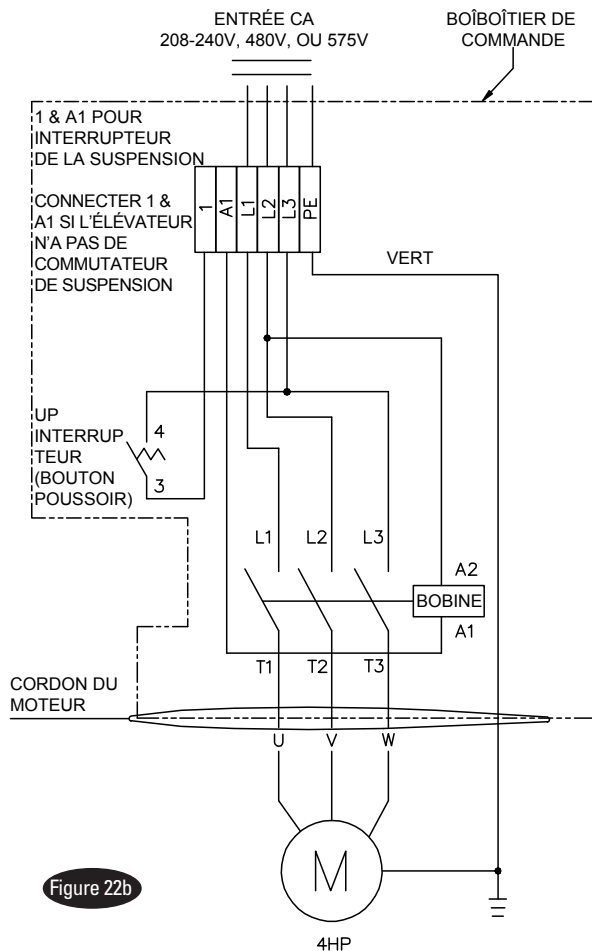

Figure 22b
IMPORTANT : Utilisez un circuit séparé pour chaque module d'alimentation. Protéger chaque circuit à l'aide d'un fusible de temporisation ou d'un disjoncteur. Pour une alimentation monophasée de 208 à 230 V, utiliser un fusible de 20 ampères. Pour une alimentation triphasée de 208 à 240 V, utiliser un fusible de 20 ampères. Pour une alimentation triphasée à 400 V et plus (Modèle *E), utilisez un fusible de 10 ampères. Pour une alimentation triphasée à 380V (Modèle *S), utilisez un fusible de 16 ampères. Pour le câblage, voir la Figure 21, la Figure 22 et la Figure 22b. Tous les circuits doivent être conformes NEC (Code électrique national) et aux codes électriques locaux.
16. Interrupteur de suspension : Vérifiez l'interrupteur de l'assemblage suspendu pour vous assurer que la barre d'interrupteur appuie suffisamment sur le piston de l'interrupteur pour actionner l'interrupteur. L'interrupteur de l'assemblage suspendu est normalement câblé ouvert, voir Figure 21, Figure 22 et Figure 22b. L'élévateur ne fonctionnera pas tant que le poids de la barre d'interrupteur n'enfonce pas le piston de l'interrupteur. Vérifiez que l'unité d'alimentation cesse de fonctionner lorsque la barre de l'interrupteur est relevée et redémarre lorsque la barre est relâchée.